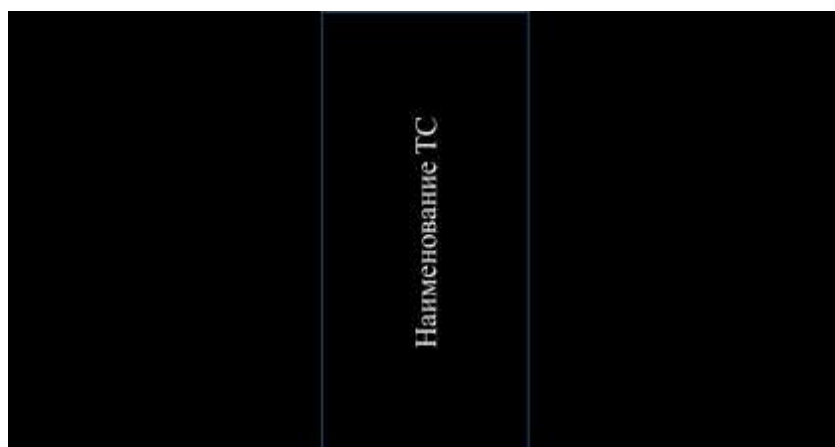

Рисунок 1. Пример графического представления модели «чёрного ящика» техногенной системы
5. Представить графически модель «чёрного ящика» анализируемой техногенной системы (Рисунок 1)